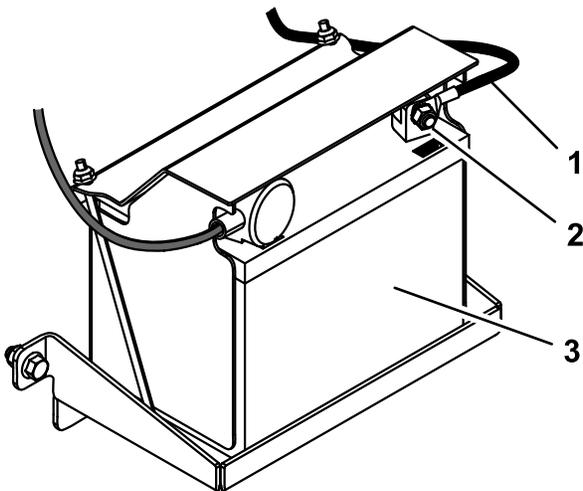

Bild 6
2. Schließen Sie das Minuskabel der Batterie mit der Schraube und Mutter, die am Kabel angebracht sind, am Minuspol der der Batterie an (Bild 6).